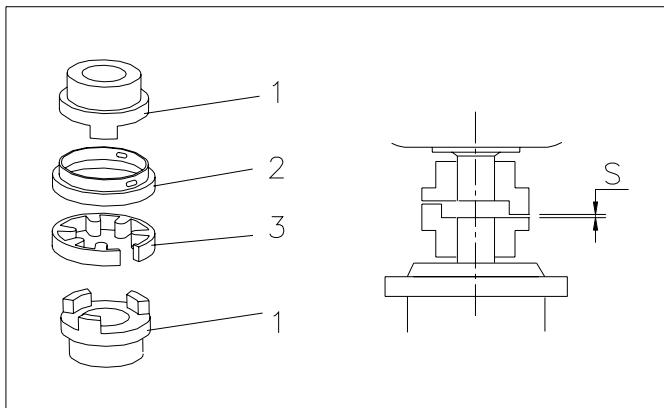

Fig. 8.2
Fjern skjermene fra flensforbindelsen og kontroller om koblingen er uten dødgang. Fjern begge kappene (fig. 8.2, pos. 2) ved å skru ut festeskruene. Fjern gummielementet (3) og kontroller om det er slitt. Fortsett fra avsnitt 8.6.4. hvis gummidelene må skiftes.